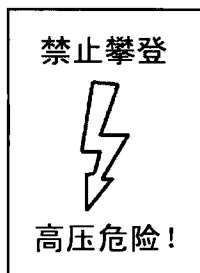

图 1-15 “禁止攀登
(2) “禁止攀登 高压危险!” 标示牌尺寸为 250mm×200mm，白底红边黑字，中间有红色危险标志，如图 1-15 所示。